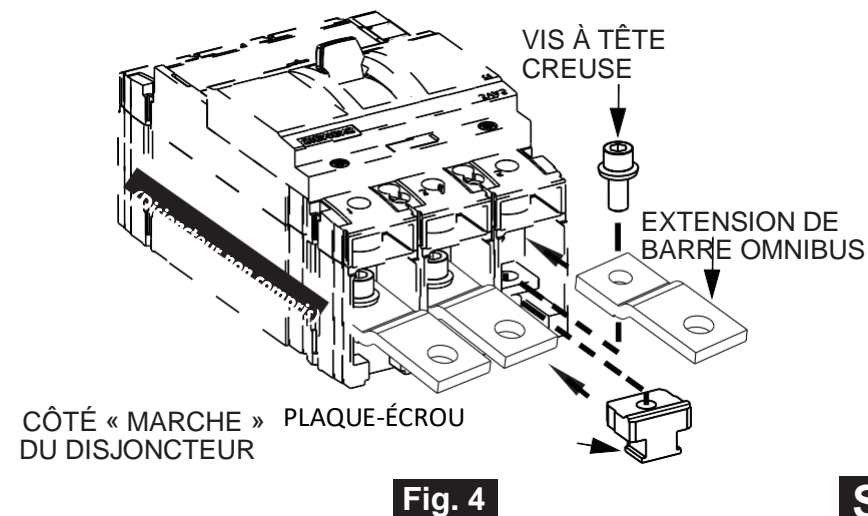

Fig. 4
9. Préparez le disjoncteur (acheté séparément) à l'aide de l'ensemble de quincaillerie (article 9) et des instructions incluses. **REMARQUE :** L'ensemble de quincaillerie comprend deux jeux de plaque-écrou; un jeu s'enclenche sur les disjoncteurs 3VA52, l'autre s'enclenche sur les disjoncteurs 3VA62. Fixez les extensions de barre omnibus à l'aide des vis fournies, conformément aux instructions. (Reportez-vous à la Fig. 4)